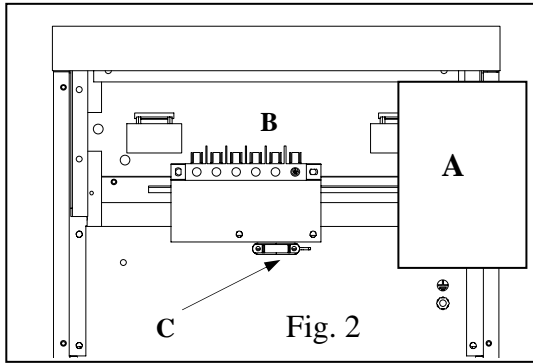

Fig. 2
**(FR)** Déposer les vis maintenant le capot arrière rep. **A** (fig. 2). Raccorder au bornier **B** suivant figures 2 & 3. Fixer le câble au moyen du serre câble rep. **C** (fig. 2).
**(GB)** Remove the screws that secure the rear cover, item **A** (fig. 2). Connect to terminal block **B** in accordance with Figures 2 & 3. Secure the cable by means of cable clamp, item **C** (fig. 2).
**(NL)** Verwijder de bevestigingsschroeven van achterpaneel **A** (fig. 2). Aansluiten op klemblok **B** volgens figuur 2 & 3. Bevestig de kabel met behulp van kabelklem **C** (fig. 2).